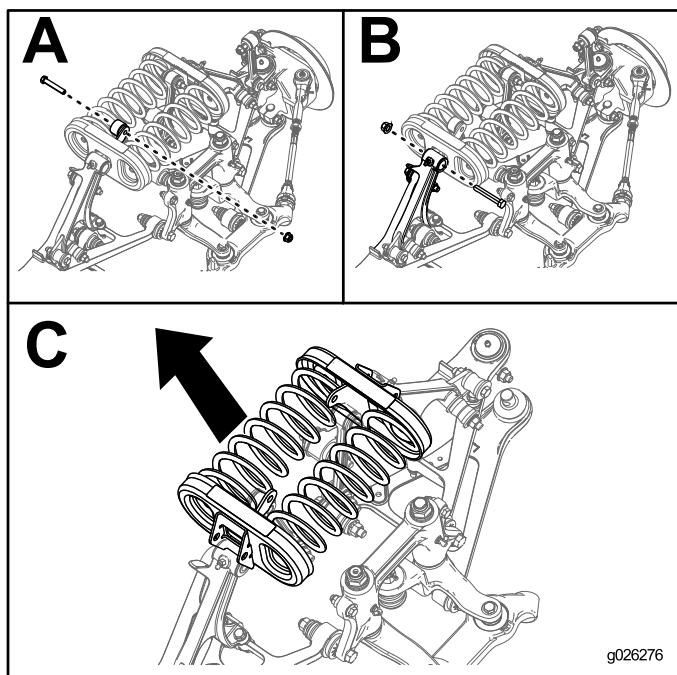

Figura 20
5. Retire los pernos y las tuercas de los extremos de los brazos de estabilización (A de la figura Figura 20).
6. Retire los pernos y las tuercas del brazo de control que sujetan cada soporte de muelle (B de la figura Figura 20).
7. Retire los soportes de los muelles y los muelles de la máquina (C de la figura Figura 20).